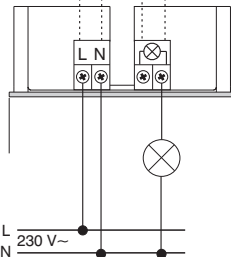

fig. 4
- ligar a lâmpada como indicado na fig. 4 (opção A ou B)